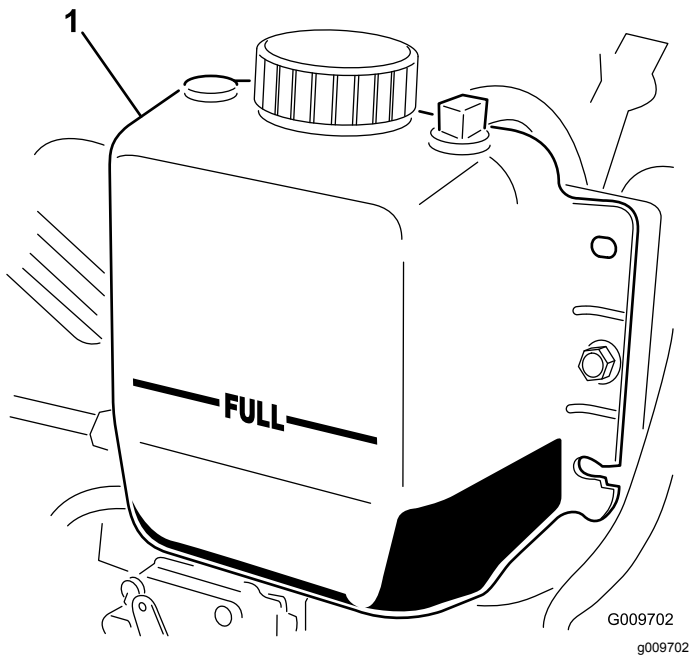

Figure 15
2. Vérifiez le niveau du liquide de refroidissement dans le radiateur. Le radiateur doit être rempli jusqu'en haut du goulot de remplissage et le vase d'expansion jusqu'au repère maximum (Figure 15).